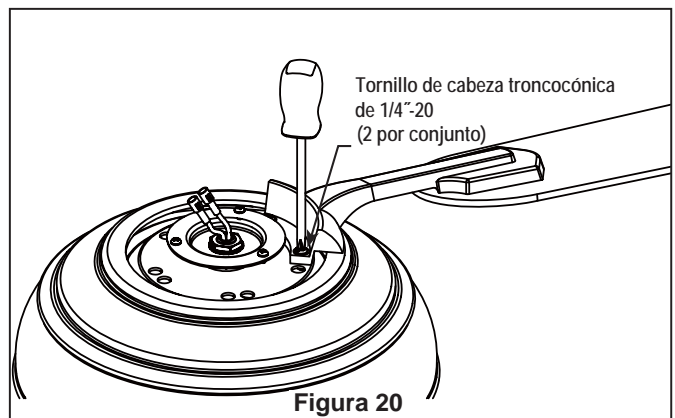

Figura 20
3. Fije los soportes de aspas al soporte del motor mediante los tornillos de 1/4"-20 a través de los orificios ubicados al costado del soporte del motor. (Figura 20)